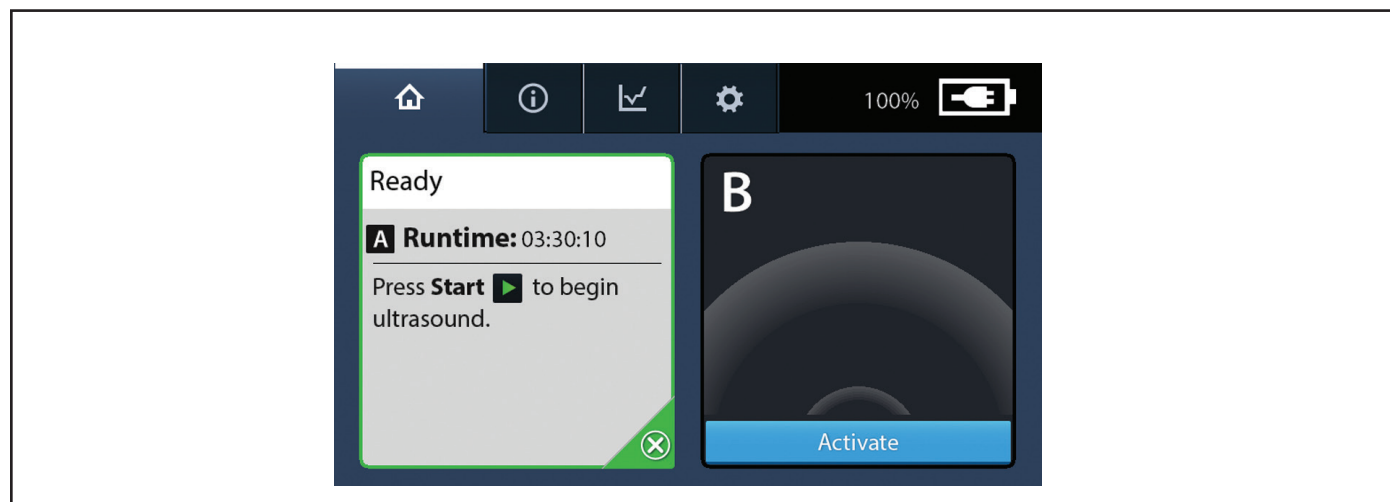

Figura 29. Pantalla de ultrasonido en pausa/listo
3. Para detener o pausar el ultrasonido, pulse el botón **Detener**  en la unidad de control para el canal apropiado. Cuando se pulsa el botón **Detener**, se muestra la instrucción de “listo para comenzar” que indica el tiempo de ejecución total transcurrido para el tratamiento de ultrasonido (consulte la figura 29).